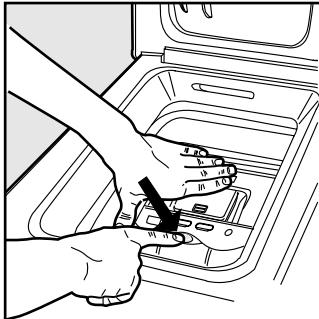

Fig. 2
B) Abra luego el cesto usando ambas manos, como se indica en la Fig. 2:
- presione el botón indicado por la flecha en la Fig. 2 y, ejerciendo una leve presión hacia abajo, mantenga apoyada una mano, para evitar que las puertas se abran repentinamente haciendo mal a los dedos;